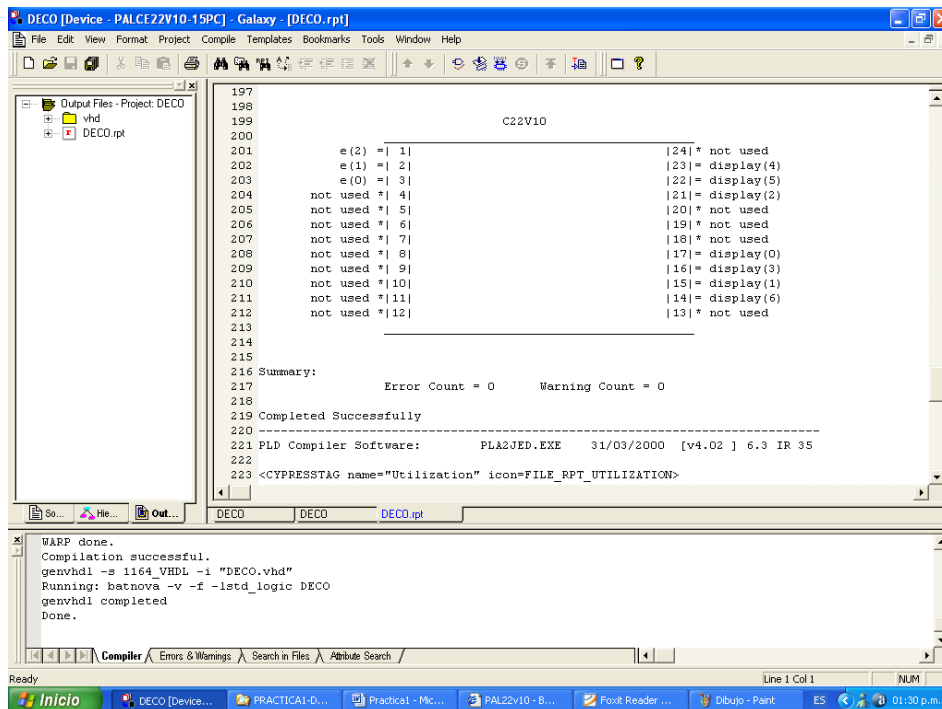

Figura 12. Reporte del diseño.
15. Una vez que se haya revisado el correcto funcionamiento, en simulación, del sistema diseñado es necesario saber en que terminales se encuentra cada señal de entrada/salida. El archivo para su conexionado, es el reporte de salida **Output Files**, que se localiza en la ventana izquierda del proyecto, en donde se tiene el archivo **deco.vhd**. Para tener acceso al archivo de reporte se tiene que cambiar de pestaña, localizada en la parte inferior de la misma ventana, como se muestra en la figura 12. Dando doble clic en el archivo **deco.rpt** se puede observar su contenido, el cual indica las terminales asignadas a cada archivo y el uso del dispositivo, como muestra la tabla 2.